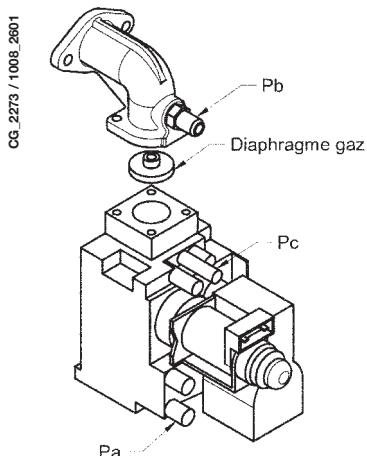

Figure 10
- ôter le diaphragme au niveau du bloc gaz (voir figure 10). Modifier le paramètre F02 et le régler sur 01 (GPL).
- relier la prise de pression positive d'un manomètre différentiel, de préférence à eau, à la prise de pression (Pb) du raccord gaz (figure 10). Relier, pour les modèles à chambre étanche, la prise négative du manomètre à un "T" spécifique permettant de relier ensemble la prise d'équilibrage de pression de la chaudière, la prise d'équilibrage de pression de la vanne gaz (Pc) et le manomètre lui-même. (Une mesure équivalente peut être effectuée en reliant le manomètre à la prise de pression (Pb) et sans le panneau de façade de la chambre étanche);
- s'assurer que la pression d'alimentation de la chaudière, mesurée au niveau de la prise de pression (Pa) de la vanne gaz (figure 10) soit correcte (**37 mbar** pour gaz propane, **20 mbar** pour gaz G20 ou **25 mbar** pour gaz G25).
- Agir sur la vis "Pmax/Pmin" (Figure 10) pour obtenir la valeur de pression indiquée au Tableau 1.
Pour régler la pression à la puissance maximum, agir sur la vis « Pmax » (fig. 10) : tourner la vis dans le sens des aiguilles d'une montre pour augmenter la pression au brûleur ou dans le sens contraire pour la diminuer.
Pour régler la pression à la puissance minimum, agir sur la vis « Pmin » (fig. 10) : tourner la vis dans le sens inverse des aiguilles d'une montre pour augmenter la pression au brûleur ou dans le sens contraire pour la diminuer.